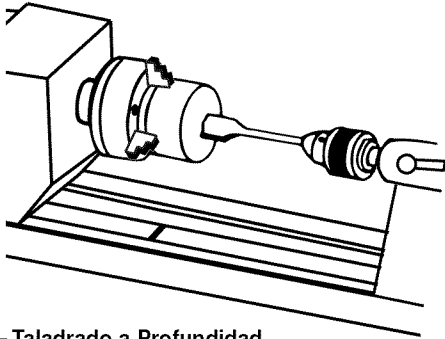

Figura 52 – Taladrado a Profundidad
- El primer paso es remover tanta madera como sea posible al taladrar en el centro con la broca de madera más grande disponible. Esto se puede lograr tal como se muestra más adelante en Figura 52. Tenga cuidado de medir la profundidad por adelantado a la que se va permitir que el taladro llegue.